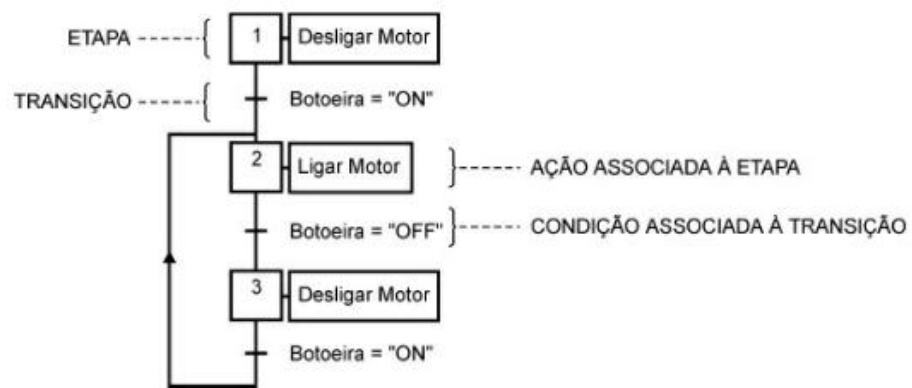

Figura 4
6. Observe o sistema automatizado genérico apresentado na Figura 4.